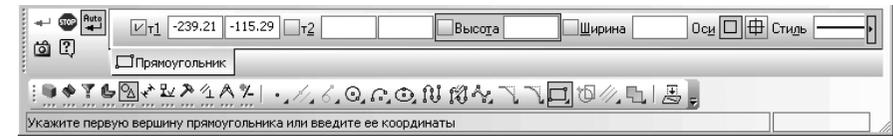

Рис. 3.19. Панель свойств: Прямоугольник, Компактная панель
- щелкните на **Компактной панели** по кнопке переключателю **Геометрия**, если она не нажата, а затем в панели инструментов на **Компактной панели** по кнопке **Прямоугольник**. Появится соответствующая **Панель свойств: Прямоугольник**. Одновременно в строке сообщений появится подсказка: **Укажите первую вершину прямоугольника или введите ее координаты**. Фрагмент главного окна системы в этом режиме показано на рис. 3.19.